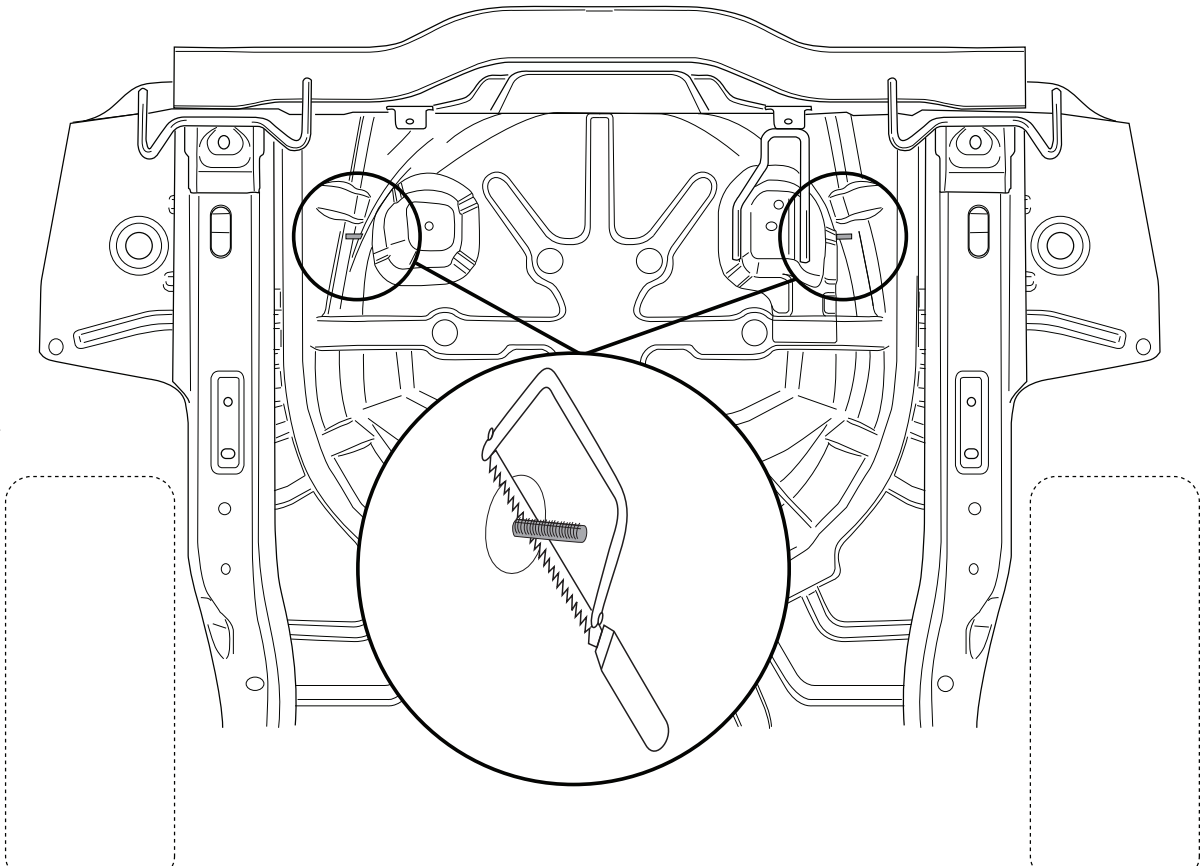

Fig.3
7. Отпилить обозначенные части, как указано на рис. 3.